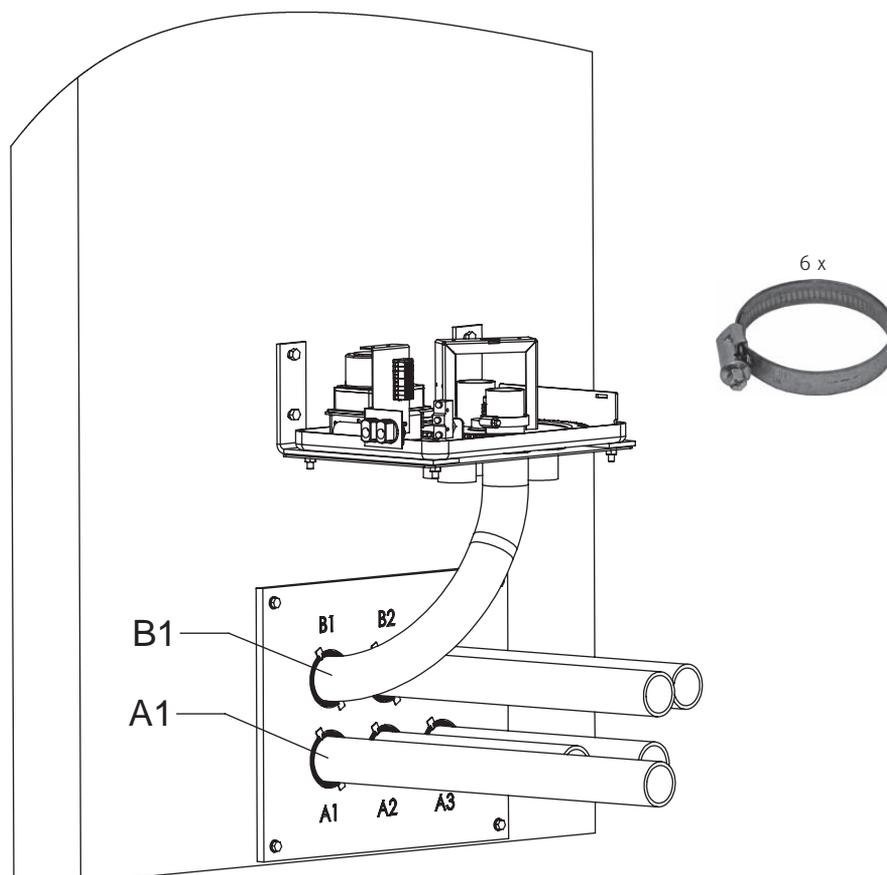

Fig. 39 Attaccare i tubi all'unità di commutazione in ordine
- ▶ Esporre il cavo di terra alla fine del tubo, connettere il tubo B1 alla connessione B1 sull'unità di commutazione, e fissarla con una clip – Fig. 39.